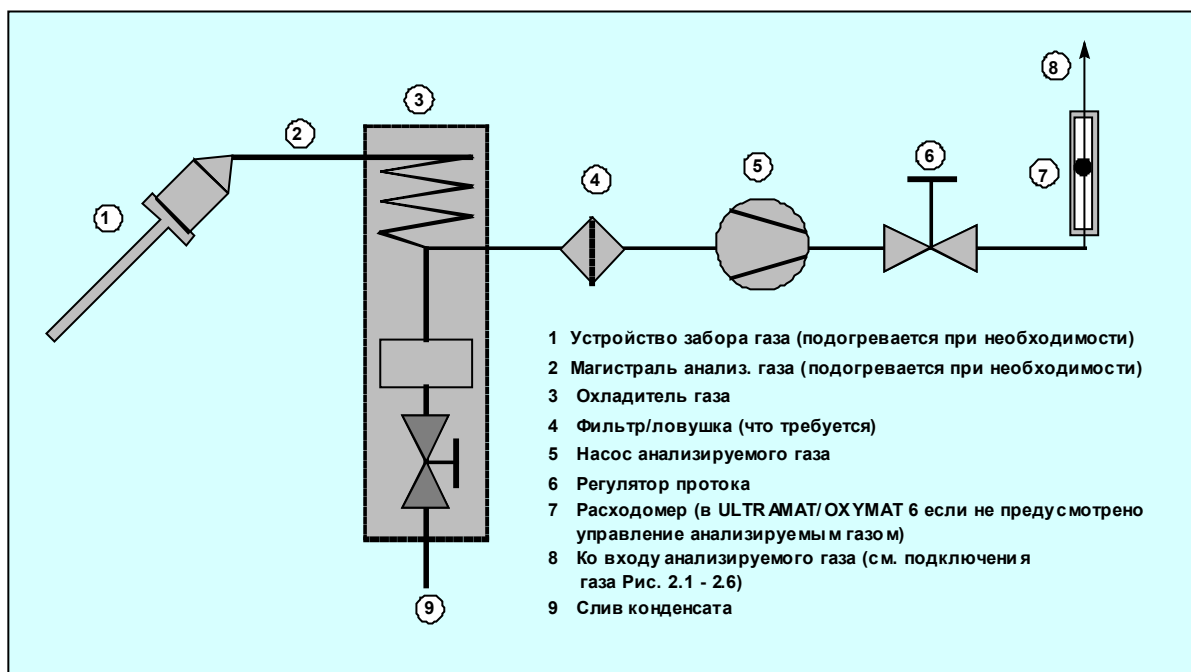

Рис. 2-7 Подготовка газа, пример (не включена в поставку)
- внешний насос для всасывания газа (см. Рис. 2-7).